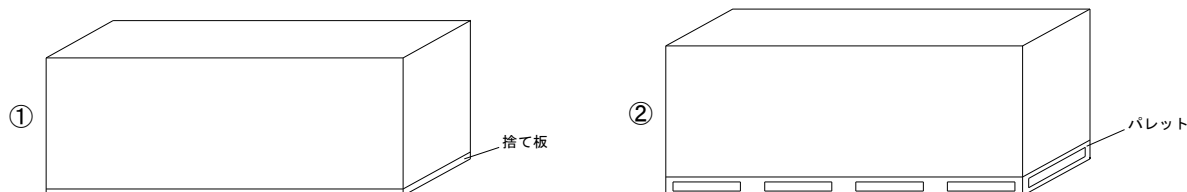

図 1 タイガーEX プログレ保管概略図
- ・タイガーEX プログレの保管は、波打ちや反りを防止するため高さのそろった台上にボードの縁が台からはみ出ないようにしてください（図 1 参照）。また、各山の一番上のボードは裏面を上面とし、タイガーEX プログレを屋外で保管する場合は、必ずパレット積みとしてください。